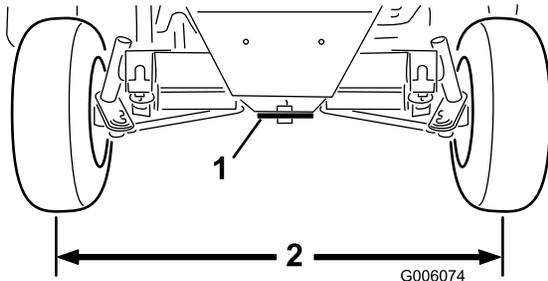

Bild 67
2. Stellen Sie die beiden Zugstangen so ein, dass der Abstand von Mitte zu Mitte an der Vorder- und der Rückseite der Hinterräder gleich ist (Bild 67).